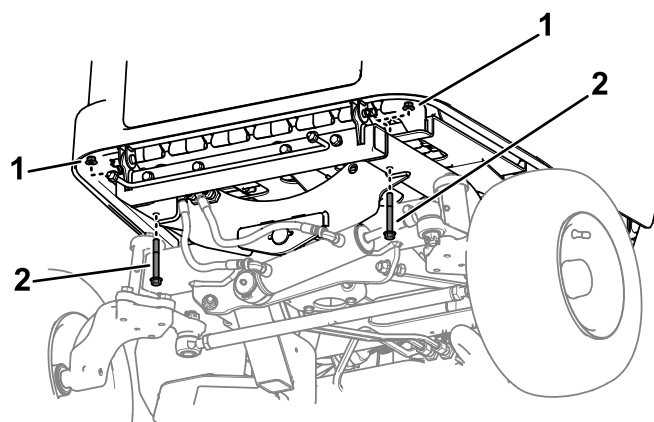

Figura 11
2. Retire y guarde los 2 pernos ($\frac{3}{8}$ " \times $2\frac{3}{4}$ ") y las 2 tuercas ($\frac{3}{8}$ ") que sujetan la bandeja de baterías trasera al bastidor (Figura 11).